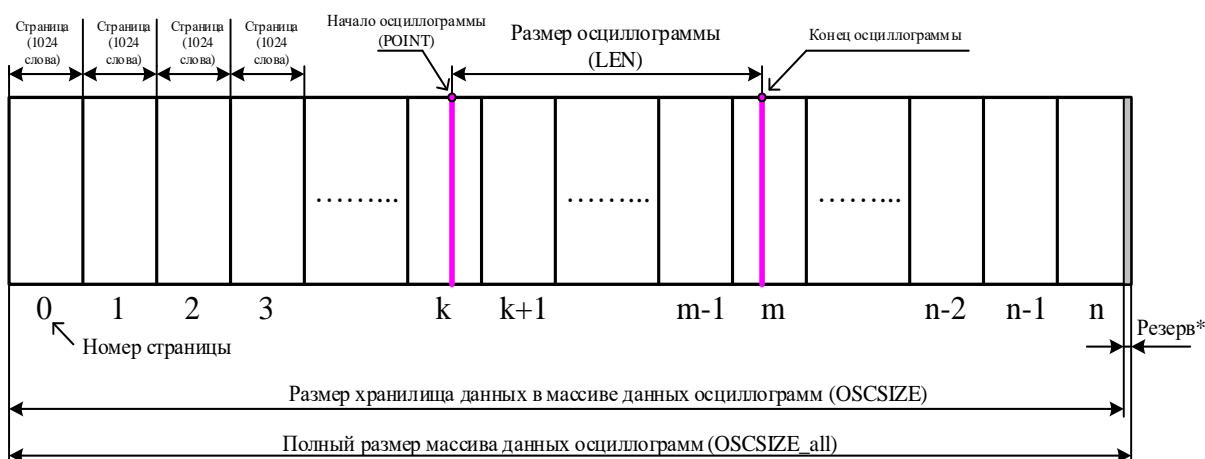
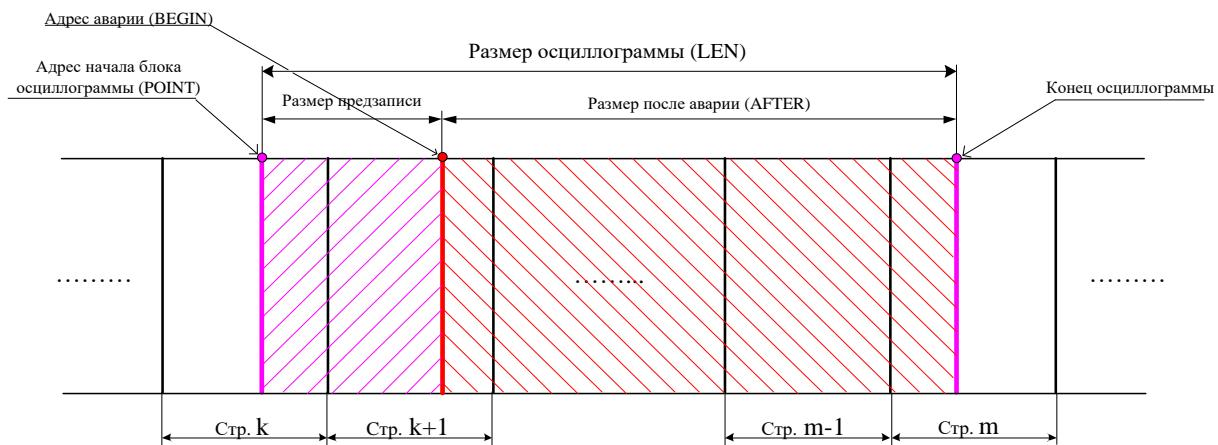

Рисунок 8.3
Рисунок 8.4
4. определить адрес начала и окончания осцилограммы в массиве данных осцилограмм (рисунок 8.3);
5. выделить искомую осцилограмму из хранилища данных осцилограмм (рисунок 8.3) и прочесть ее содержимое (при чтении осцилограммы выполняется ее переворот – рисунок 8.4);